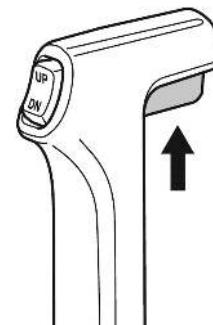

**Рис. 26 Положения рычага управления
Положения рычага управления представлены на Рис. 26.
- Установите рычаг управления в нейтральное положение «N» (Рис. 26).